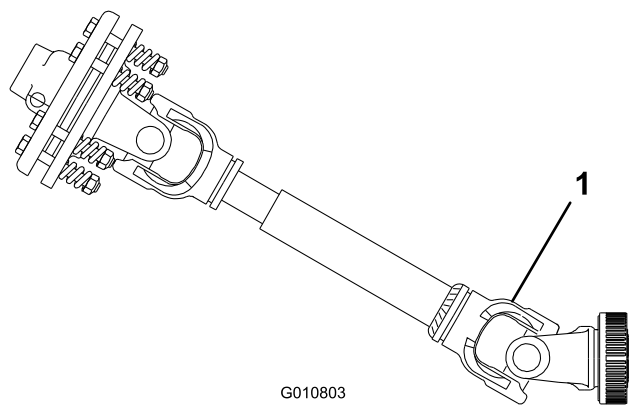

图11
**重要事项：** 当连接 PTO 时，确保打孔机没有被提升到必要高度以上。机器提升得太高会导致 PTO 轴转向节断裂（图11）。切勿在打孔机升起时保持 PTO 转动。PTO 的向上操作角度可达 25°，但当打孔机处于其最高位置时角度切勿超过 35°，否则可能对 PTO 轴造成严重损坏。